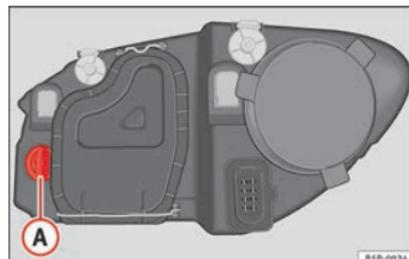

Fig. 177 Lámpara de luz intermitente.
- Gire el portalámparas »» fig. 177 **A** a la izquierda y tire.